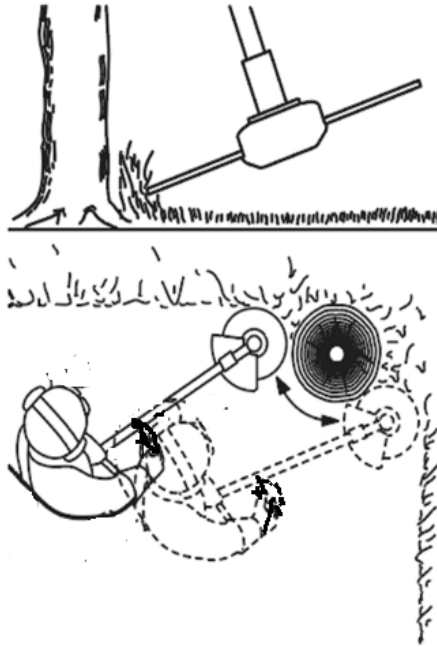

Рисунок 4. Схема скошування трави навколо дерев.
- 3. Під час скошування пересувати виріб повільно та обережно, щоб різальна насадка не торкалася стовбура дерева й не пошкодила кору. Кожне дерево обходити зліва направо по колу (рис. 4).**